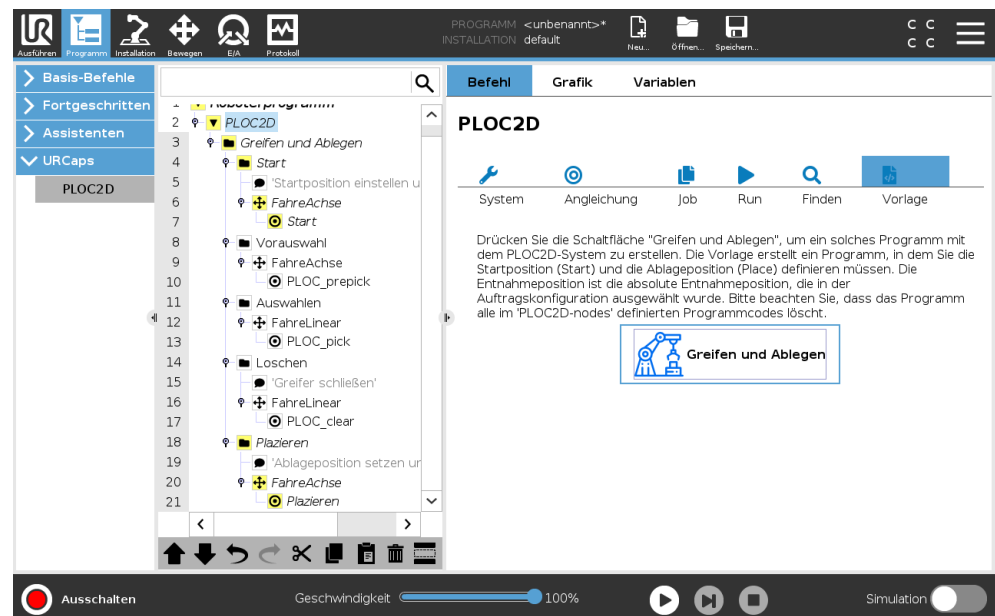

Abbildung 14: Programmvorlage auf der Benutzeroberfläche des UR-Roboters
1. Klicken Sie auf die Schaltfläche **Greifen und Ablegen**, siehe Abbildung 14, Seite 18.